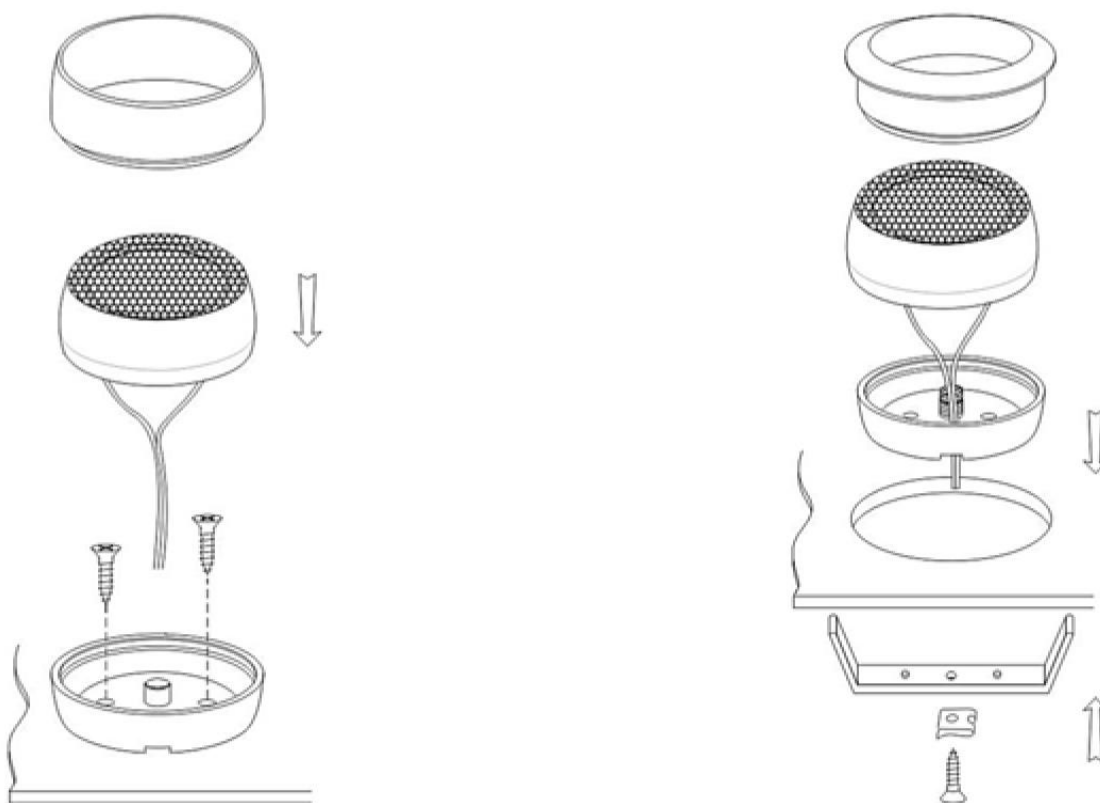

Рис. 2
- 2 Проложите провод от магнитолы к коаксиальному динамику и подключите, соблюдая полярность. Обратитесь к инструкции на магнитолу для определения полярности проводов магнитолы. Полярность клемм динамика указана на самом динамике. НЧ-динамики компонентных систем необходимо подключить к ВЧ-динамикам через кроссоверы (согласно маркировки полярности), которые в свою очередь подключаются к головному устройству через автомобильный усилитель мощности (см. Рис. 2).
- 5 Проложите провод от магнитолы к коаксиальному динамику и подключите, соблюдая полярность. Обратитесь к инструкции на магнитолу для определения полярности проводов магнитолы. Полярность клемм динамика указана на самом динамике. НЧ-динамики компонентных систем необходимо подключить к ВЧ-динамиком через кроссоверы (согласно маркировки полярности), которые в свою очередь подключаются к головному устройству через автомобильный усилитель мощности (см. Рис. 2).